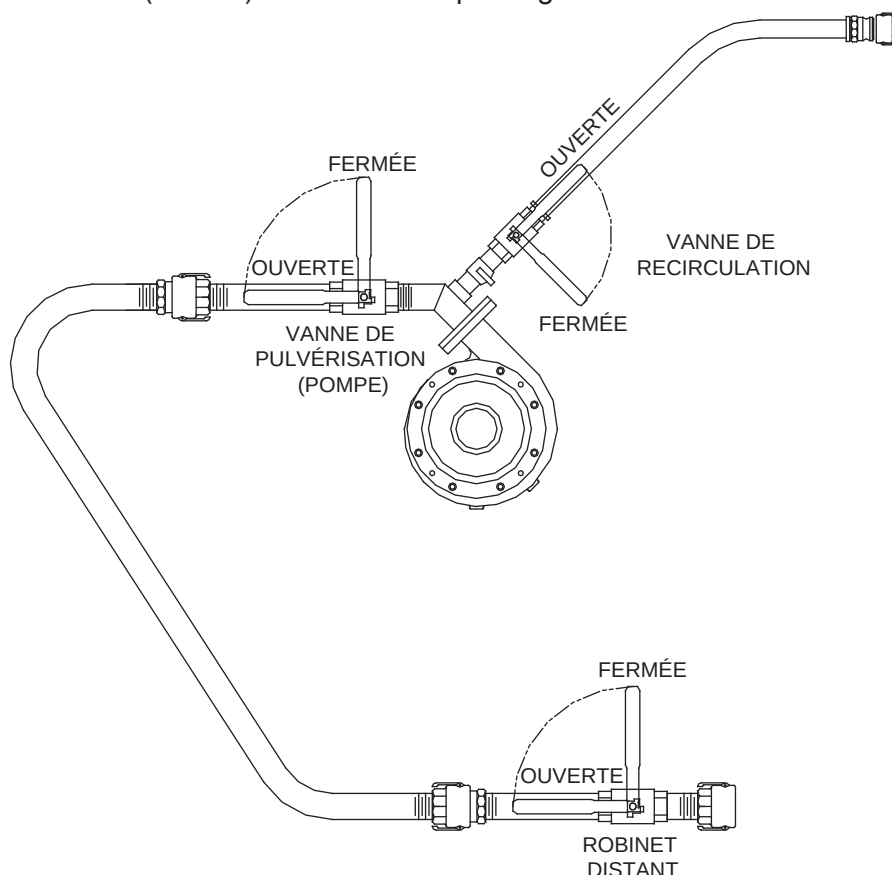

Figure 2 – Utilisation des vannes
1. Tuyaux de pulvérisation : Les tuyaux de pulvérisation sont disponibles en longueurs de 15 m et 30 m, jusqu'à une longueur totale de 45 m. Des tuyaux plus longs risquent de nuire à la portée et à la durée de pulvérisation de l'HydroSeeder®. Tous les raccords sont des raccords rapides Camlock (à cames), y compris ceux à l'extrémité du tuyau de pulvérisation. L'extrémité de travail du tuyau de pulvérisation comporte une buse et un robinet distant que l'on raccorde. Une fois la buse et le robinet distant raccordés, l'HydroSeeder® est prêt à l'emploi. La pulvérisation produite par la buse est commandée par le robinet distant. Lorsqu'on actionne ce robinet, la vanne de recirculation sur l'HydroSeeder® DOIT ÊTRE OUVERTE pour permettre le retour à la cuve du surplus de bouillie à la fermeture du robinet (voir la section UTILISATION DES VANNES et la Figure 2).
Le modèle de base de l'HydroSeeder® est équipé de trois vannes à tournant sphérique qui commandent l'écoulement de la bouillie (Figure 2). La première vanne est celle de recirculation. L'ouverture de la vanne de recirculation permet le retour du surplus de bouillie dans la cuve. La seconde vanne est celle de pulvérisation (pompe). L'ouverture de la vanne de pulvérisation permet l'écoulement de la bouillie dans le tuyau de pulvérisation. La troisième vanne, située à l'extrémité du tuyau de pulvérisation, est le robinet distant. L'ouverture du robinet distant permet de projeter le liquide de pulvérisation (bouillie) sur la zone d'épandage.